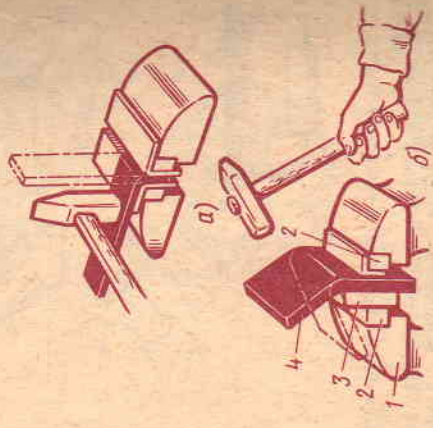

Рис. 31. Гибка полосового металла в слесарных тисках под прямым углом (а) и на оправке (б): 1 — тиски, 2 — губки, 3 — оправка, 4 — заготовка
**А. Гибка под прямым углом (рис. 31, а)**